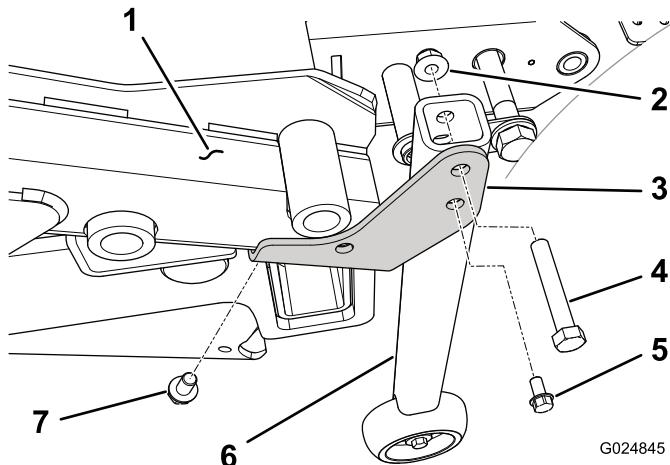

Figura 96
- 7. En unidades de tracción con número de serie superior a 313000001, Monte un soporte de conversión (derecho o izquierdo) en la cara inferior de cada esquina trasera del bastidor de la carcasa con un tornillo autorroscante ($\frac{3}{8}$ " x $5\frac{1}{8}$ ") (Figura 96).
- 8. Monte el tubo de soporte vertical en el soporte de conversión (derecho o izquierdo) en cada esquina del bastidor de la carcasa con un tornillo ($\frac{3}{8}$ " x $2\frac{1}{4}$ ") y una tuerca con arandela prensada ($\frac{3}{8}$ ") (Figura 96).